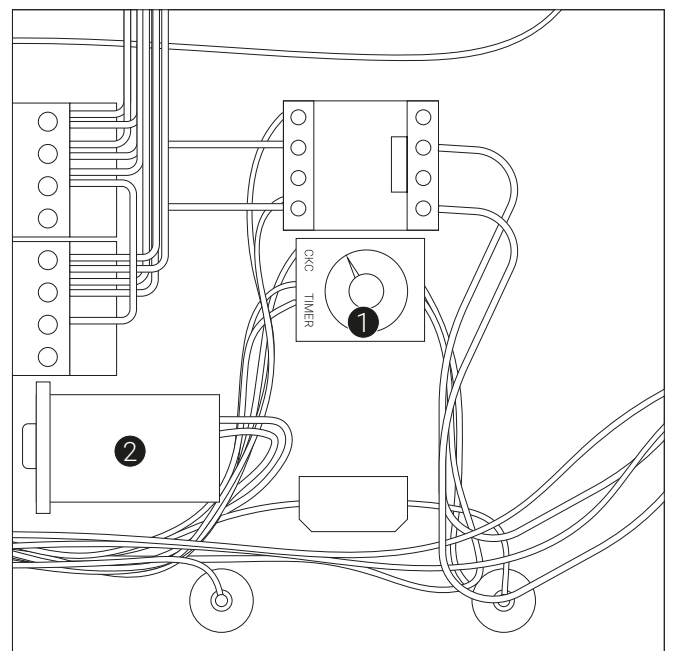

Рис. 7
9.4.14. Осуществить настройку парогенератора путем настройки таймера и термостата (см. рис. 7 поз. 1, 2). Для большинства случаев достаточно термостатом определить температуру 200°C, а таймером 3 секунды (примерно четыре распыления в цикле нагрева). При необходимости увеличить температуру и количество пара, выставить большую температуру термоста-